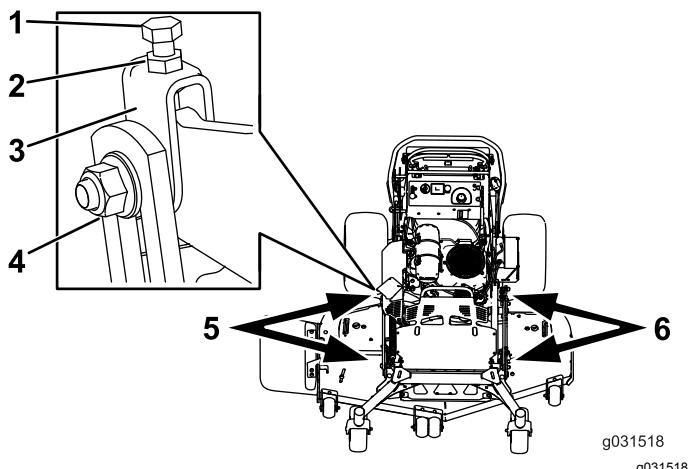

Figura 82
- Afloje la tuerca lateral y la contratuerca de las horquillas que desea ajustar (Figura 82).
- Gire el perno superior de las horquillas para ajustar la altura de la carcasa de corte (Figura 82).